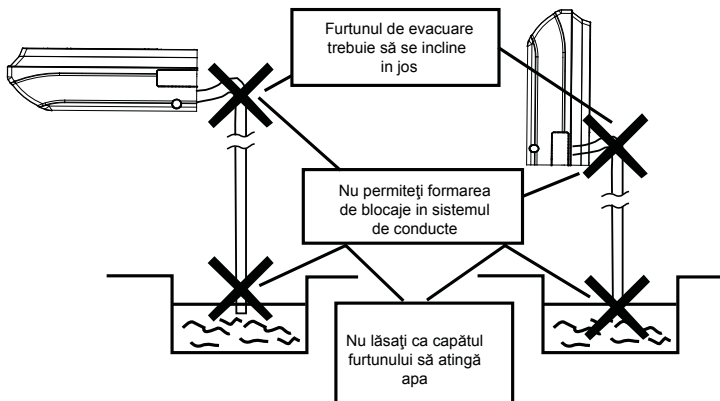

Fig.23
(4) Conectați furtunul de evacuare. (Fig.23)